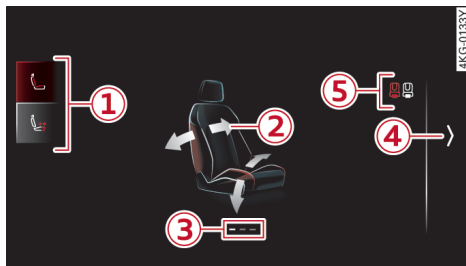

图 51 座椅设置
- ▶ 在 MMI 上，向左滑动菜单⇒53 页，图 51③。
- ▶ 适用于：MMI：在主屏上选择：车辆>座椅>向左滑动⇒53 页，图 51③>座椅辅助设置。